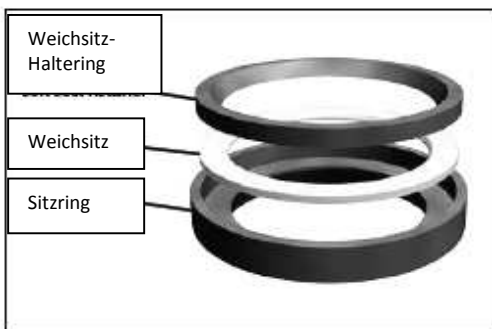

Abbildung 4: Weichsitz-Baugruppe
6.5. Bei Ventilen mit Weichsitz (siehe Abbildung 4) ist es erforderlich, den Sitzring zu überprüfen und gegebenenfalls zu demontieren. Stellen Sie sicher, dass die Sitzflächen von Kegel und Sitzzubehör unbeschädigt sind. Wenn der Sitz-Einsatz verschlissen ist, entfernen Sie ihn aus der Baugruppe. Da die Sitzfläche des Kegels keinen Kontakt mit der Innengarnitur hat, ist es nicht erforderlich, geringe Schäden an diesem Teil zu reparieren. Die Sitzfläche des Kegels kann auf einen 30°-Winkel geschliffen werden. Wenn im Folgenden die korrekten Montageverfahren angewendet werden, ist kein Läppen erforderlich.